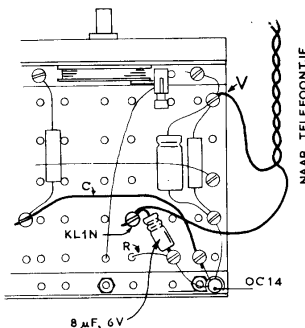

Fig. E7
1. Verleg eerst leiding C (fig. E7) zó, dat je op de aangegeven plaats ruimte krijgt om een klem KL 1 N bij te plaatsen. Als draad C daarvoor te kort is, neem dan een ander (langer) stukje. Pas op voor kortsluiting. Eventueel kun je geïsoleerd montage draad gebruiken, waarvan je de uiteinden blank maakt.
2. Monteer een extra klem KL 1 N (met één gleuf) op de aangegeven plaats (fig. E7). De kop van het korte boutje, waarmee deze klem wordt vastgezet, zit straks juist naast de batterij.
3. Breng een elektrolytische condensator van $8 \mu\text{F}-6 \text{V}$ aan volgens fig. E7. Denk om de plaats van de rillen!
4. Haal het einde van het telefoonsnoertje een beetje uit elkaar en zet de blanke uiteinden vast in de nieuwe klem en in klem V (fig. E7).